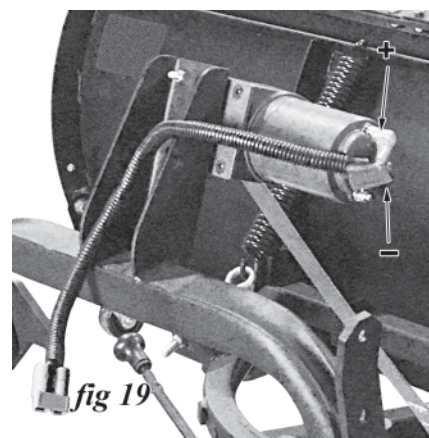

fig 19
1. Connectez les câbles du treuil, étiqueté «Pour Moteur », pour les contacts sur le moteur du treuil tel qu'illustré (fig 18). Soyez sûr que les capuchons de caoutchouc couvrent les connexions pour prévenir l'entrée d'eau. Le fil rouge doit être connecté à la borne positive (+ haut) sur le treuil, et le fil noir connecté à la borne négative (- bas) terminal de treuil (fig 19).
Le boîtier de commande comprend un transpondeur qui peut se connecter à un interrupteur sans fil de commande à distance (en option à un coût supplémentaire). Il y a aussi un contrôle câblé de commande pour le treuil (y, fig.19) inclus pour faire fonctionner votre chasse-neige.
1. Fixer le boîtier de commande (s, fig.19) sur le véhicule dans le compartiment moteur. Montez-le en toute sécurité, loin des pièces en mouvement et des sources de chaleur. Prendre en considération la quantité de fil disponible
2. Faites parcourir le fil rouge (p, fig.19) et noirs (n, fig.19) attachés au connecteur bleu de 2 pouces (v, fig.19) vers l'avant à un point à l'extérieur à l'avant du véhicule près de l'attache, où la fiche peut être facilement connecté au chasse-neige. Laissez un peu de mou.
4. Le fil rouge doit être connecté à la borne positive de la batterie avec un disjoncteur en ligne de 35 ampères (w, fig.19) ou une fusible. Le circuit de 35 ampères est nécessaire pour éviter d'endommager le système électrique soit le treuil ou du véhicule.
5. Passer le câble de commande de sorte que l'interrupteur (y, fig.19) qui va dans la cabine du véhicule et la prise (u, fig.19) se raccorde à la douille dans la partie supérieure du boîtier de commande (t, fig.19).